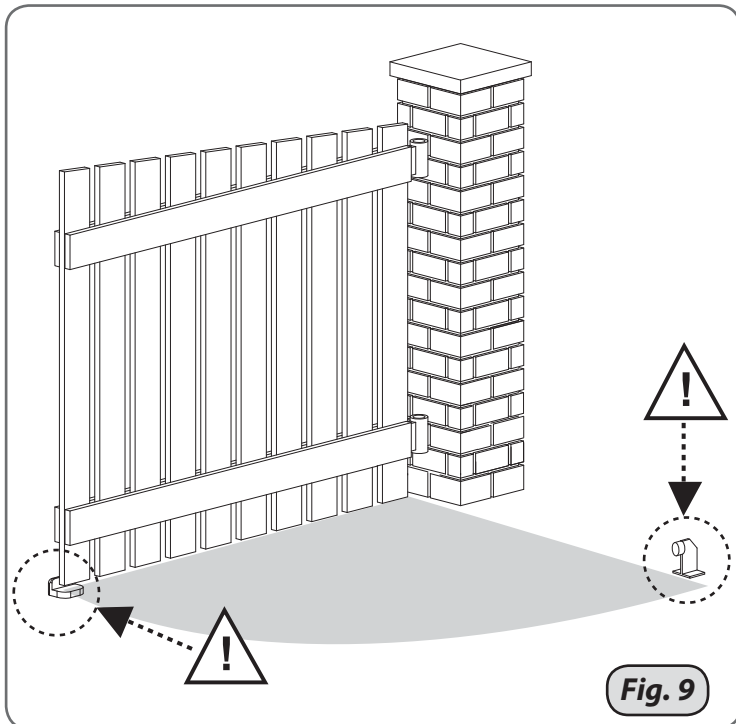

Fig. 9
**1) Battuta a terra:** la ditta costruttrice consiglia di utilizzare sempre le battute di apertura e chiusura a terra (fig.9)
**1) Ground end stop:** the manufacturer recommends always using opening and closing ground end stops (fig.9)
**1) Butée au sol :** l'entreprise de construction conseille de toujours utiliser les butées d'ouverture et de fermeture au sol (fig.9)
**1) Bodenanschlag:** der Hersteller empfiehlt grundsätzlich die Verwendung von Bodenanschlägen (Abb.9)
**1) Tope de tierra:** la empresa fabricante recomienda utilizar siempre topes de apertura y cierre de tierra (fig.9)
**1) Aanslag aan de grond:** de firma raadt u aan om altijd de aanslagen aan de grond voor het openen en sluiten te gebruiken (fig.9)